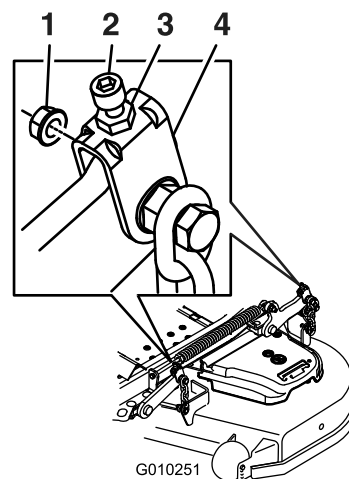

Figura 100
11. Para as plataformas do cortador mostradas na Figura 100, afine a porca de ajuste no conjunto de elevação da plataforma frontal rodando-a (Figura 100).
17. Regule o ajuste girando para a altura de 8,3 cm (Figura 100).